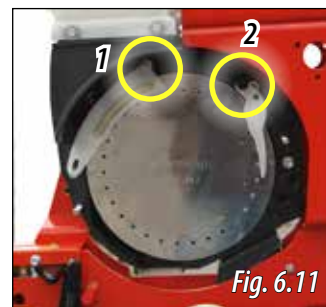

Fig. 6.11
- 2- Scoateți selectorul de semințe (1, Fig. 6.11) din fanta de fixare trăgând de el, apoi deșurubați mânerul expulzorului de semințe pentru a-l scoate (2, Fig. 6.11).